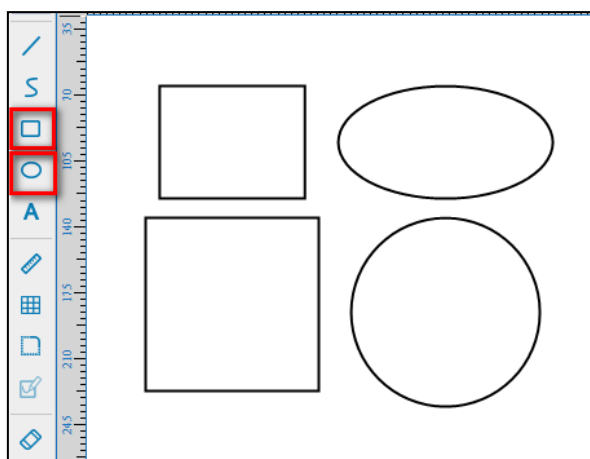

图 3-1
- 直接使用矩形工具、椭圆工具可以绘制简单的图形矩形、正方形、椭圆形、圆形，如图 3-1 所示；